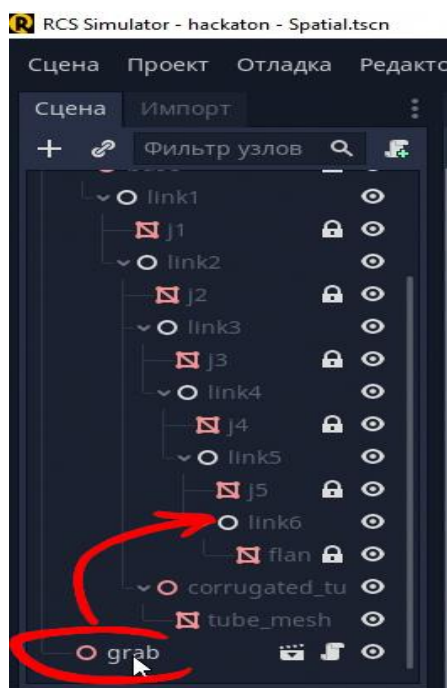

Рисунок 15 – Перемещение захвата на 6-ую ось робота
3. Переместить захват (grab) на 6-ую ось робота (link6). Эта манипуляция позволит соединить пневмозахват с роботом (Рисунок 15).